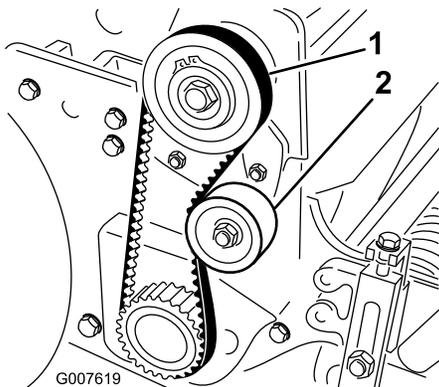

Bild 42
2. Prüfen Sie die Spannung. Bringen Sie hierfür eine Kraft von 18-22 N in der Mitte des Riemen zwischen den Riemenscheiben (Bild 42) an. Der Riemen muss sich 6 mm durchbiegen lassen.
- A. Lösen Sie die Befestigungsmutter der Spannscheibe und drehen Sie die Spannscheibe nach rechts gegen die Rückseite des Riemen, bis Sie die gewünschte Riemen-Spannung erzielt haben (Bild 42).